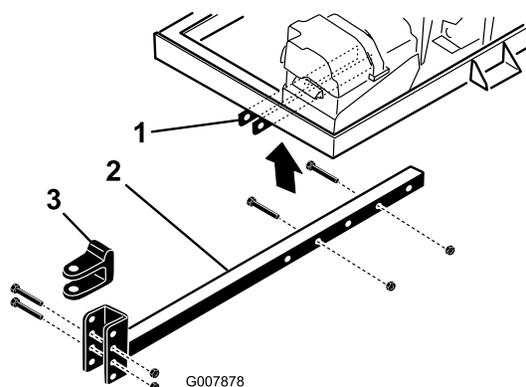

Figura 7
2. Inserite il tubo dell'attacco di traino nelle staffe del telaio (Figura 7). Fissate il tubo al telaio con 2 bulloni (3/8 x 3 pollici) e dadi flangiati (3/8 pollice).
- Togliete i bulloni e i dadi di bloccaggio che fissano l'uncino dell'attacco di traino (Figura 7) al tubo dell'attacco stesso.
- Rimuovete i bulloni e i dadi che fissano il tubo dell'attacco di traino alle staffe del telaio (Figura 7).